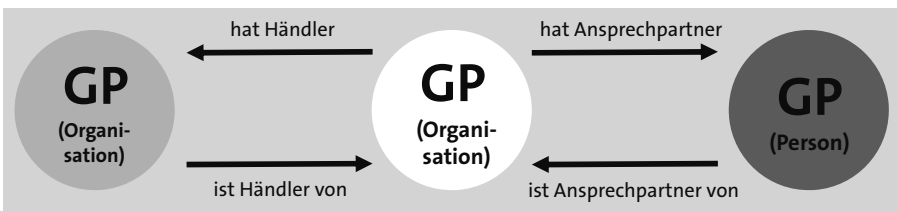

Abbildung 1.7 Beispiel für eine Geschäftspartner-Beziehung
**Komponenten einer Geschäftspartner-Beziehung** Eine Geschäftspartner-Beziehung besteht zwischen zwei Geschäftspartnern und ist immer bidirektional. Abbildung 1.7 zeigt ein Beziehungsgeflecht zwischen drei Geschäftspartnern. In unserem Beispiel ist der Geschäftspartner in der Mitte für uns der relevante Geschäftspartner, von dem zwei weitere Beziehungen ausgehen. Links in der Abbildung steht neben unserer Organisation eine weitere, zu der eine Händler-Kunden Beziehung besteht und der ein entsprechender Beziehungstyp zugeordnet ist. Auf der rechten Seite sehen Sie eine Person, die ein Ansprechpartner oder eine Ansprechpartnerin unserer Organisation ist und über einen entsprechenden Geschäftspartner-Beziehungstyp verfügt. Hier besteht die Beziehung aus den beiden Elementen »ist Ansprechpartner« und »hat Ansprechpartner«.